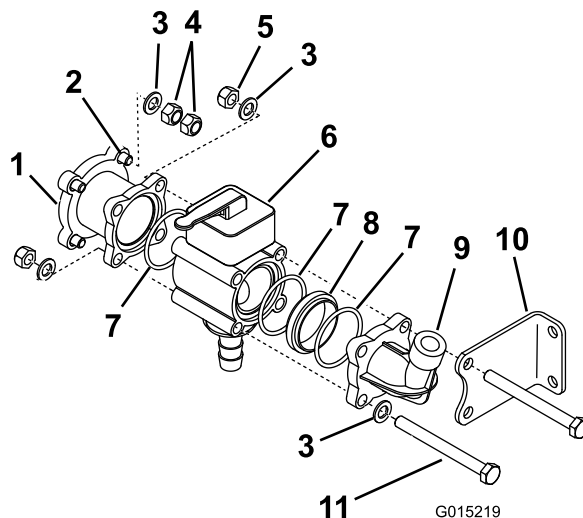

図 7
9. 各ねじ山付きロッドの左端にロックナットを取り付けるが、このとき、左側取り付けブラケットに通さないねじ山付きロッドには、ワッシャを通す (図 7)。
10. 付属部品の袋に入っている縮径アダプタを、ねじ山付きロッドに取り付ける (図 7)。
(図 7)。
13. 付属部品に入っている手動バルブ、O リング、アダプタと、先ほど取り外したエルボ・キャップで、手動バルブ・マニホールド・アセンブリを組み立てる (図 7)。
14. 先ほど組み立てた手動バルブ・マニホールドの2つの穴 (取り付けブラケットと反対側) にワッシャとボルトを入れてマニホールドを一体にまとめる (図 7)。
15. Install the manual ボルト2本とワッシャ2枚とを使って、手動バルブ・マニホールド・アセンブリを取り付け、さらに各ロッドの反対側の端部にワッシャ 1 枚とロックナット 1 個を仮止めする (図 7)。